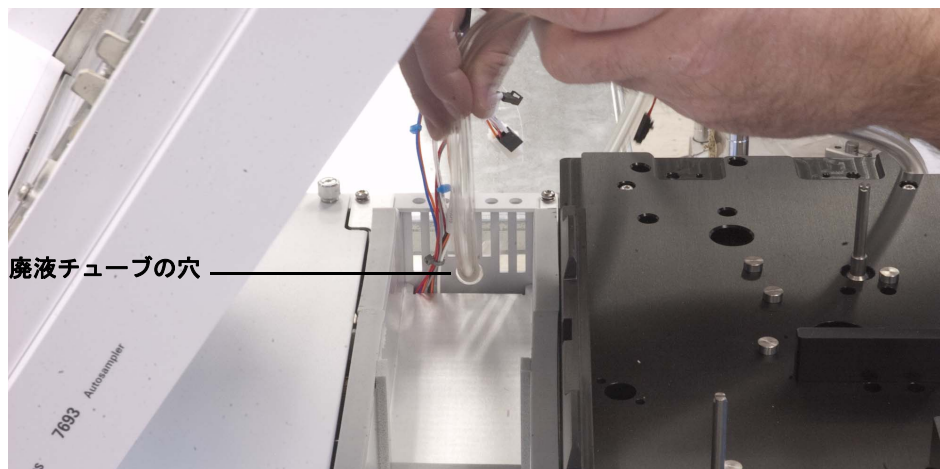

図 90 廃液チューブをシャーシの穴に通す
- 36 メインフレーム上方にサンプルトレイを傾け、プラスチックの廃液チューブをメインフレームシャーシ背面の穴に通します (図 90)。